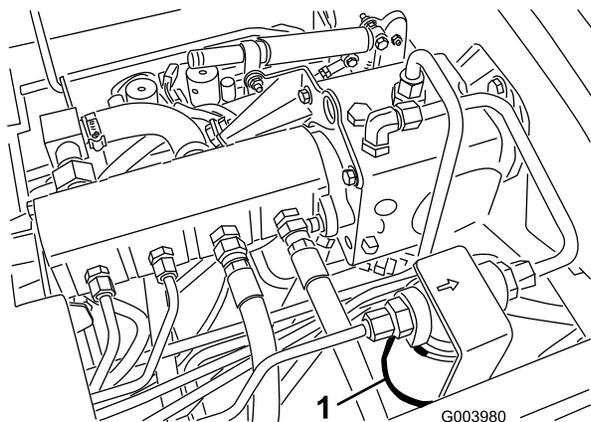
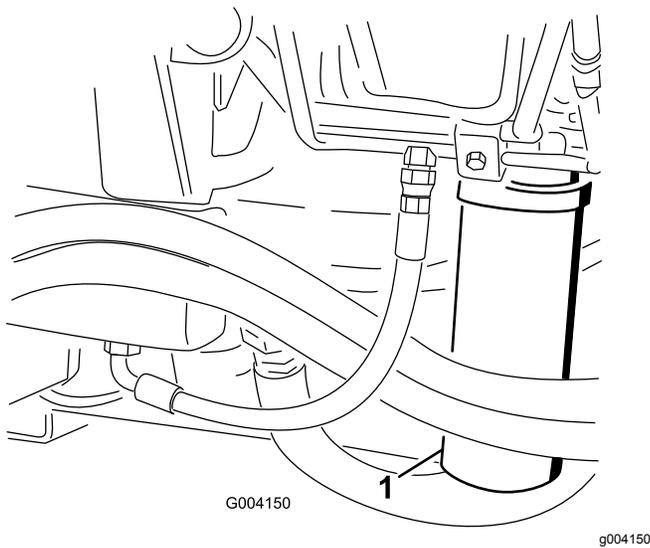

Figure 67
Figure 68
2. Nettoyez la surface autour de la zone de montage du filtre et placez un bac de vidange sous le filtre (Figure 67) et (Figure 68).